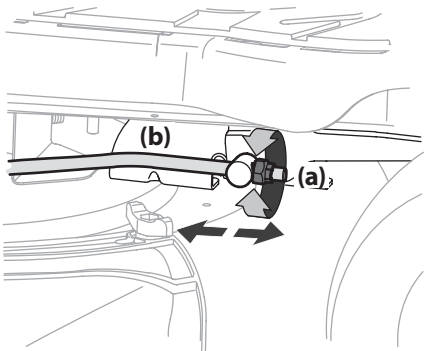

Figura 4-5
3. Ubique la tuerca de seguridad con brida en el extremo frontal de la varilla de elevación de la PTO (b). Consulte la Figura 4-5.